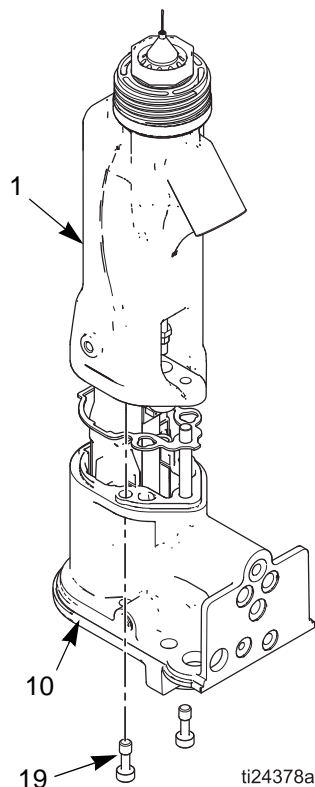

FIG. 34 . Dépose du canon
4. Desserrez les deux vis (19). Consultez la FIGURE 34.
5. Maintenez le corps du pistolet (10) d'une main et extrayez le canon (1) du corps en le tenant dans l'axe. Consultez la FIGURE 34.